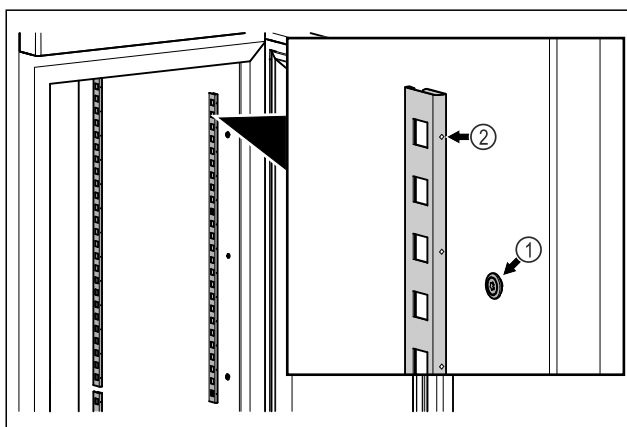

Fig. 79 Representación a modo de ejemplo
- Enganchar las tiras de retención en la suspensión Fig. 79 (1). La marca Fig. 79 (2) debe apuntar hacia delante.